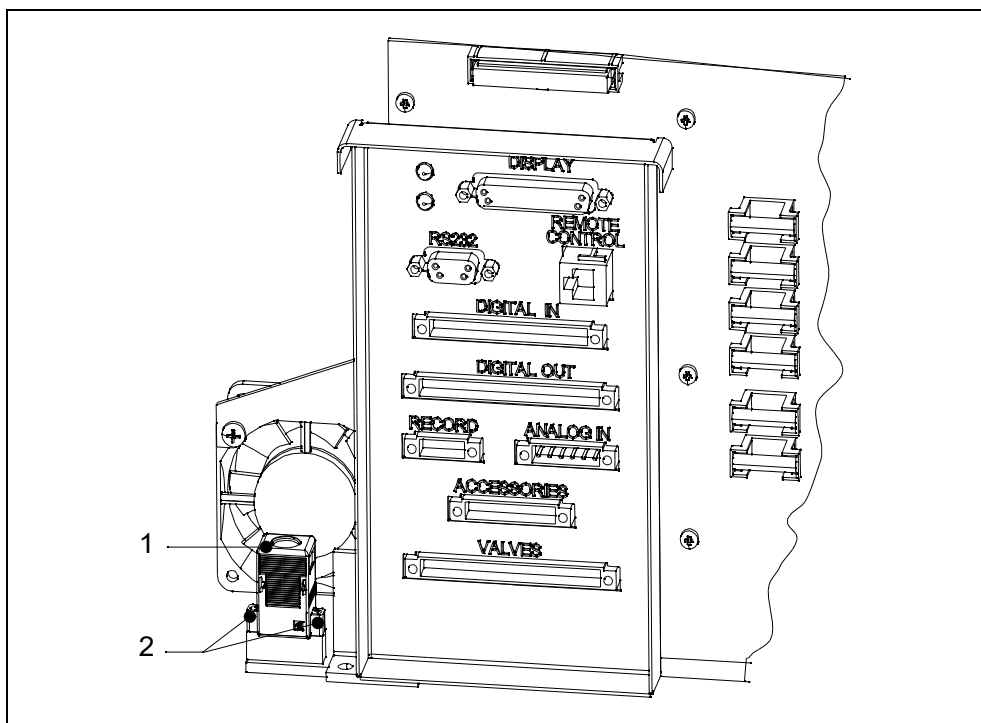

図 7-7 I-STICK の交換
- I-STICKを交換するために、I-STICKをコネクタに固定している2つのネジを解放します。詳細は図7-7を参照してください。